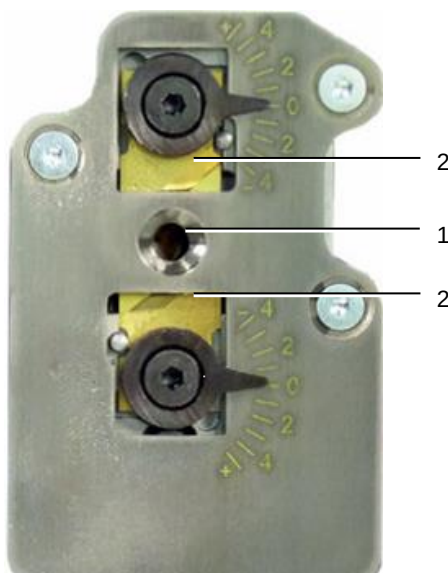

Fig. 24: Avisoleringsenhet
- Rengjør området rundt hullet (fig. 24, pos. 1) med en kost.
- Kontroller kniven (fig. 24, pos. 2). Skift bladene ved behov (se avsnitt 8.3 «Bytt avisoleringskniv»).